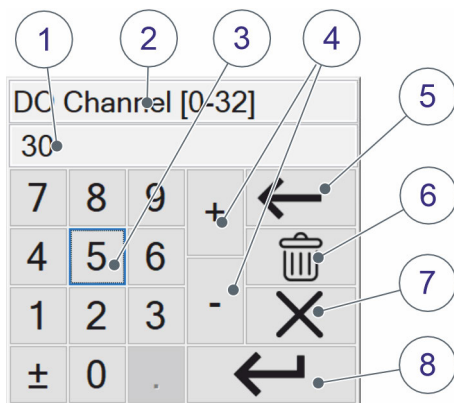

Abbildung 2.2: Eingabefenster
(Hinweise zur Bedienung siehe *Abbildung 2.2* auf Seite 6)
- (1) Durch Doppeltippen auf die Grafik können Sie einen gewünschten Zeitraum in Stunden eingeben (siehe *Abbildung 2.2 auf Seite 6*).
- (2) Durch Tippen auf den linken Pfeil beginnt der Zeitraum früher.
- (3) Durch Tippen auf den rechten Pfeil beginnt der Zeitraum später. Die Werte werden bis maximal zur aktuellen Uhrzeit angezeigt. Die Anzeige wird regelmäßig aktualisiert.
- (1) Durch Doppeltippen auf die Grafik können Sie einen gewünschten Zeitraum in Minuten eingeben (siehe *Abbildung 2.2 auf Seite 6*).